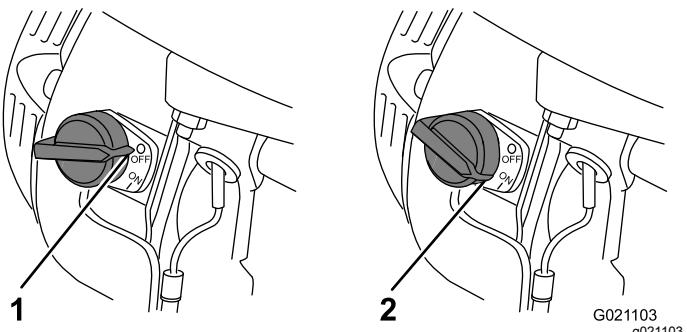

**Figure 27**
2. Tournez le robinet d'arrivée de carburant complètement à droite en position OUVERTE (Figure 27).
3. Réglez la commande de starter à la position EN SERVICE (Figure 27).